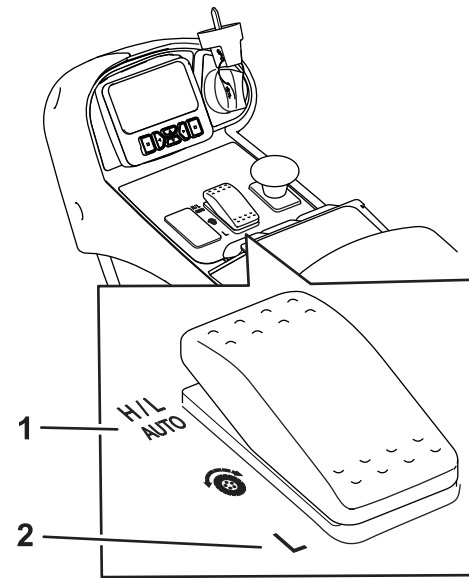

Figure 22
- Dans des conditions de fonctionnement normales, cette machine destinée à fonctionner en plaçant le sélecteur de gamme à la position H/L AUTO (Figure 22). Cette position permet à la machine d'alterner automatiquement entre les gammes haute et basse, selon qu'elle est utilisée pour la tonte ou le transport.
- Lorsque vous sélectionnez la position GAMME BASSE (Figure 22), la machine va toujours fonctionner en mode gamme basse. Ce réglage est à privilégier lorsque vous utilisez la machine dans un atelier, que vous la chargez ou la déchargez d'une remorque, quand vous gravissez des pentes raides ou pour toute autre opération qui ne nécessite pas une vitesse de déplacement élevée.
Cette machine dispose de 2 gammes de vitesse de déplacement : la gamme basse et la gamme haute. Le sélecteur de gamme permet de sélectionner les positions suivantes (Figure 22) :